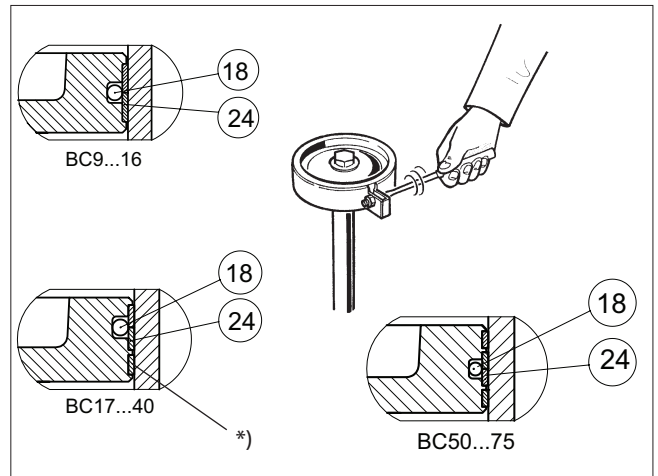

图.10 用锁紧环紧固活塞密封件
- 将 O 型圈 (18) 放在活塞密封件下方。
- 将密封件 (24) 环绕活塞放置, 使条带末端位于相对两侧。如图 10 所示, 用锁紧环拉紧条带。标有星号 (*) 的条带可剪短 1.5-3 mm 以便于组装。